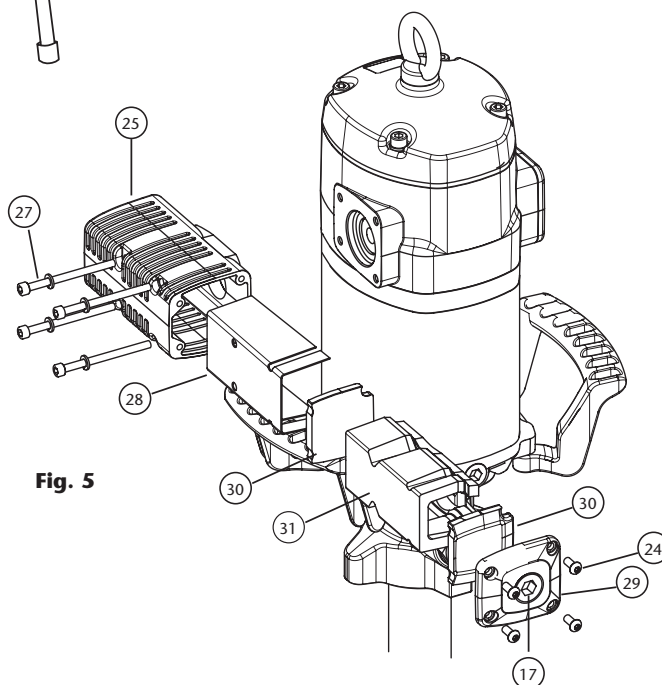

Fig. 5
1. Fije la bomba en posición horizontal en una mordaza (fig. 5). Dé unos golpes con un martillo en el tubo superior (73), cerca de la unión con el cuerpo (69) para romper el sellador de rosca.
3. Una vez desenroscado, tire del motor hasta ver el pasador (70) del vástago (49). Con un martillo y un botador, saque el pasador (70). El motor queda suelto.
LIMPIEZA DEL SILENCIADOR (FIG. 5)